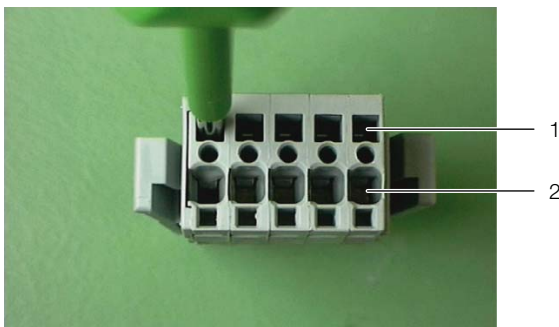

Abb. 80: Anschlussstecker – Rückseite
- Führen Sie einen geeigneten Schraubendreher (Klingengemäße 3,5 x 0,5 mm) in eine Betätigungsöffnung (Abb. 80, Pos. 1) ein und öffnen Sie die zugehörige Klemmstelle der Leitereinführung (Abb. 80, Pos. 2).